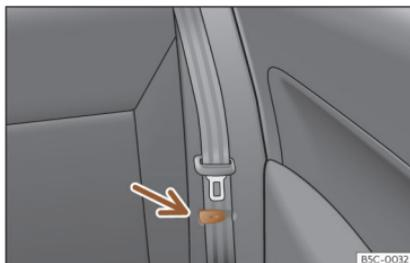

Fig. 107 Sedile posteriore: morsetto per sostenere la cintura di sicurezza.
- Collocare le cinture di sicurezza laterali nel morsetto del rivestimento»»» **fig. 107**.